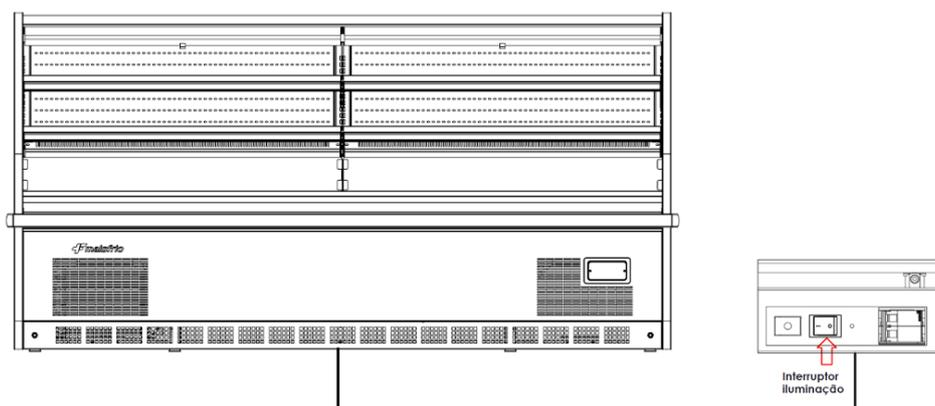

Figura 1: Localização do interruptor iluminação
- 1 - A iluminação interna pode ser ligada ou desligada através de um interruptor localizado na região inferior central do expositor, conforme figura 1.